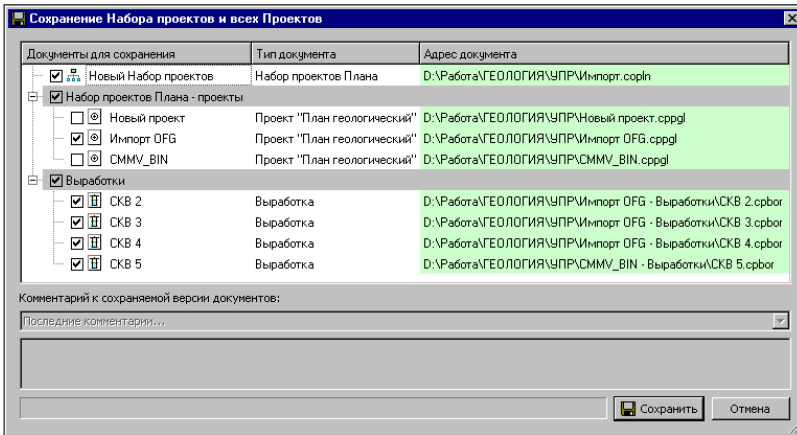

Рис. 9.4
В диалоге можно отметить флажками документы, которые необходимо сохранить, а также уточнить адреса хранения и имена наборов проектов и отдельных проектов (рис. 9.4).
- Снимите флажки напротив проектов – *Новый проект* и *SMMV_BIN* (рис. 9.4). Нажмите кнопку **Сохранить**.